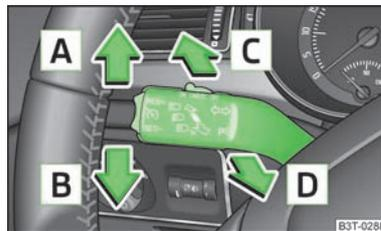

Fig. 38
- Premere la leva verso l'alto **A** » fig. 38 o verso il basso **B**.